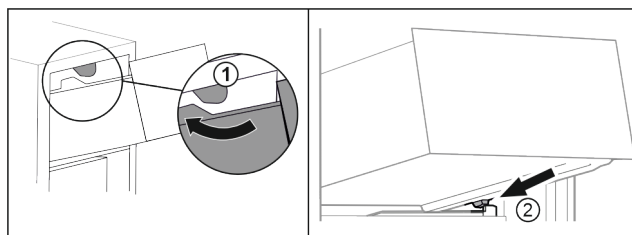

Fig. 90
- ▶ 将抽屉移动到上方止动器附近。 Fig. 90 (1)
- ▶ 将抽屉斜放在容器肋梁上的下方止动器后面。 Fig. 90 (2)